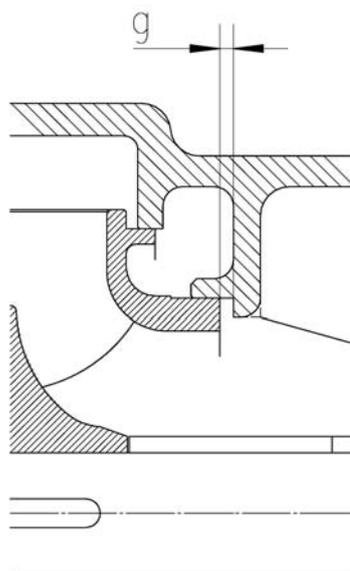

图 3 “g”值测量
- d) 按图 3 所示，拉出叶轮（02）测定 g 尺寸，做好记录。
将叶轮（02）按图 3 所示向外拉，测量 g 值，用调整垫圈（56）把 g 值调整到表 5-3 内规定的值